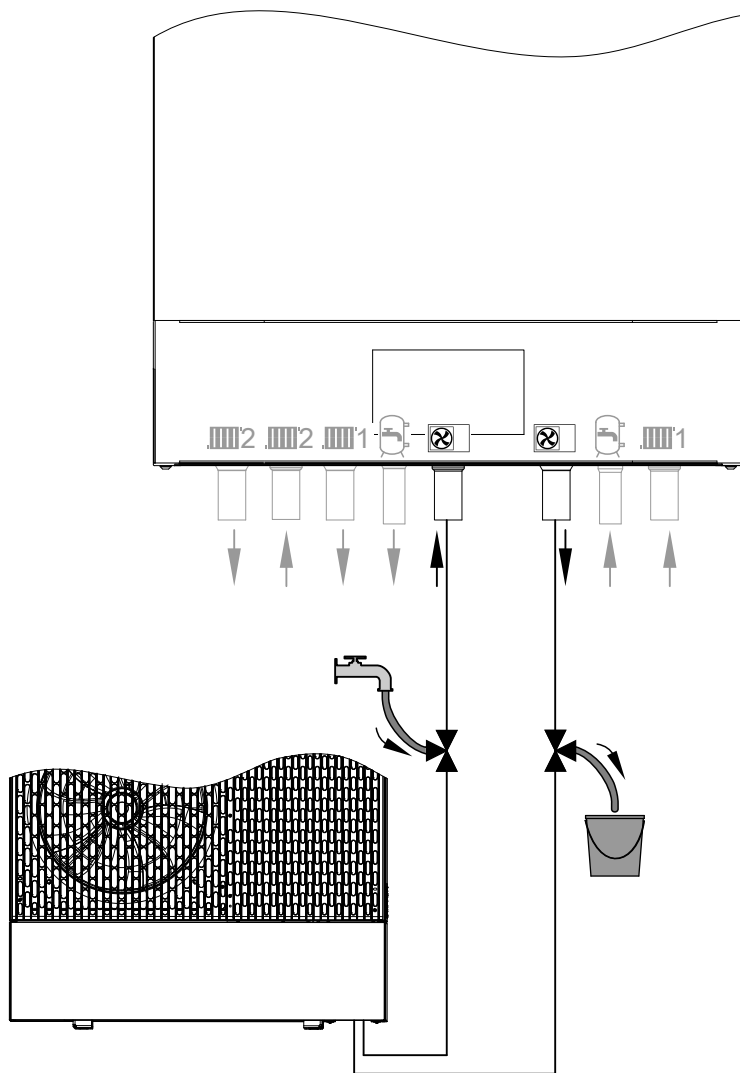

Abb. 78
3. 3-Wege-Kugelhähne im Vor- und Rücklauf Außeneinheit gemäß Abb. 78 öffnen: **Offen in allen Richtungen**